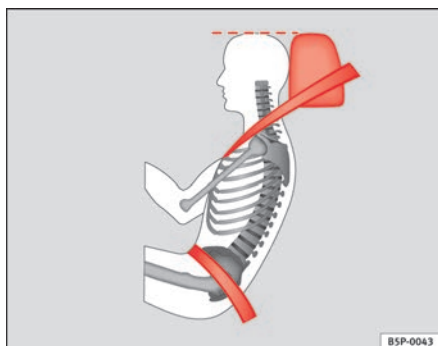

Fig. 13 Cintura di sicurezza e poggiatesta (visti di lato) posizionati correttamente
- Il tratto addominale del nastro deve passare sul bacino e non sull'addome. La cintura di sicurezza deve aderire bene al bacino ⇒ **fig. 13.** Se necessario si deve tendere un po' la cintura tirandola con la mano.